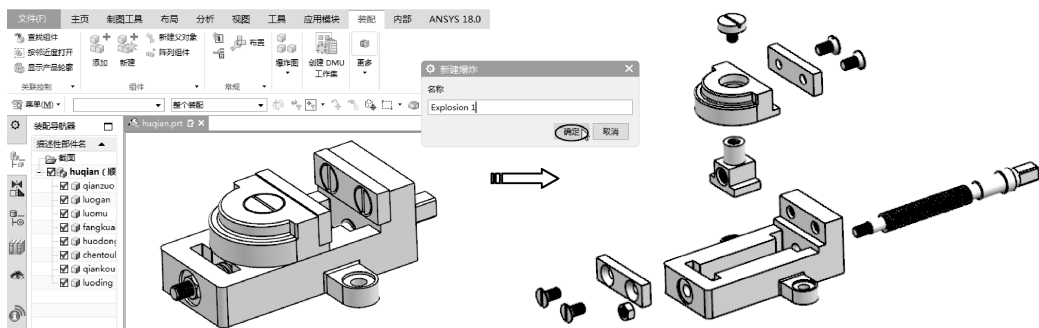

图 10-78 创建虎钳装配爆炸图
- 12 在【装配】选项卡中单击【创建爆炸图】按钮和【编辑爆炸图】按钮，创建出虎钳的装配爆炸图，如图 10-78 所示。